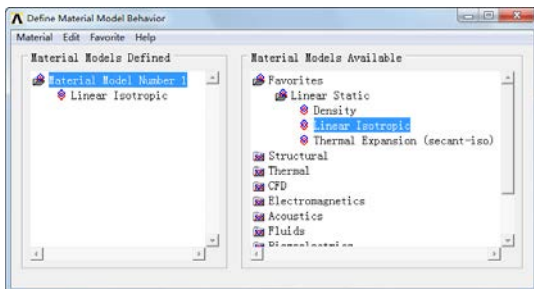
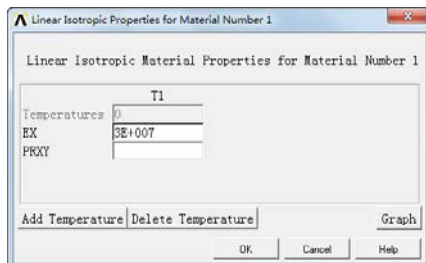

图 9-23 材料定义框
图 9-24 定义线弹性材料属性
④定义线性材料性质：Main Menu > Preprocessor > Material Props > Material Models，弹出如图 9-23 所示的“Define Material Model Behavior”对话框，在“Material Models Available”栏目中连续单击 Favorites > Linear Static > Linear Isotropic，弹出如图 9-24 所示的“Linear Isotropic Properties for Material Number 1”对话框，在“EX”后键入“3E+007”，单击“OK”按钮。